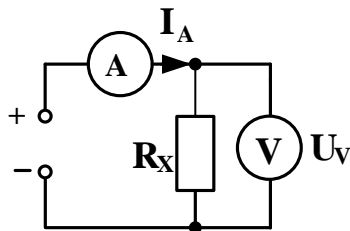

Рисунок 5.1
**5.6** Визначити опір резистора  $R_x$  (рисунок 5.1) для двох випадків: а) без урахування внутрішнього опору вольтметра; б) з урахуванням його. Показання вольтметра й амперметра при цьому такі:  $U_V = 75 \text{ В}$ ,  $I_A = 2,5 \text{ А}$ . Внутрішній опір вольтметра  $R_V = 5 \text{ кОм}$ .